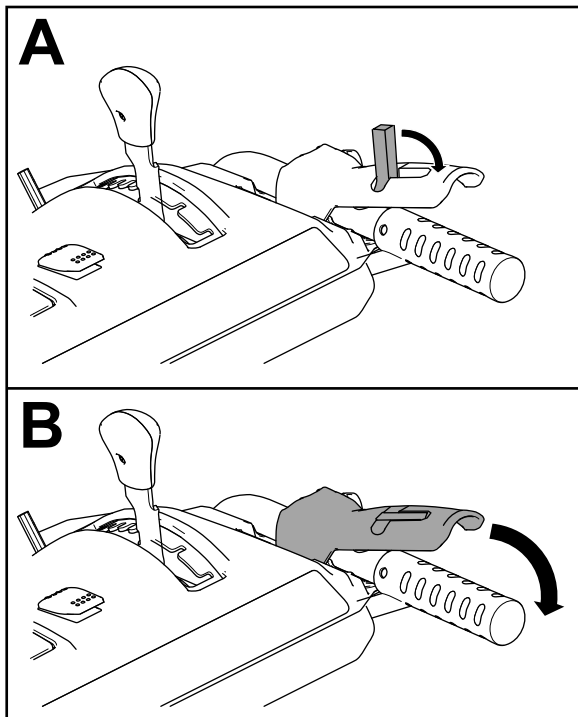

Figura 31
2. Engrane la palanca del sinfín/impulsor y sujétela en esa posición (Figura 31).